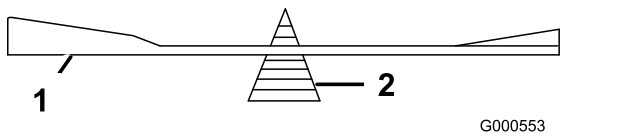

Figura 93
2. Verifique el equilibrio de la cuchilla colocándola sobre un equilibrador de cuchillas (Figura 93).